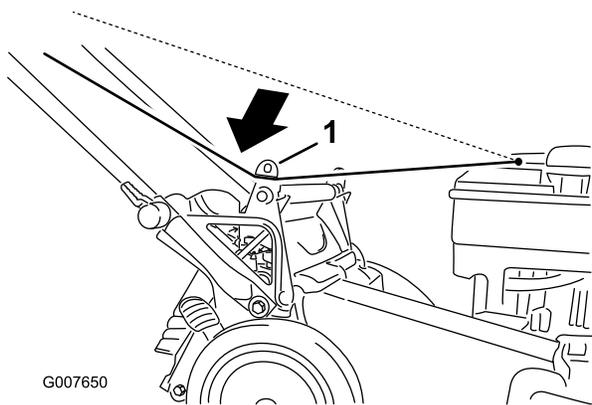

Рисунок 23
1. Проложите трос стартера вокруг нижней направляющей троса (Рисунок 23).